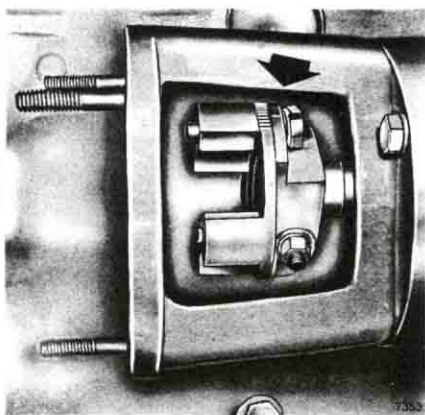

Fig 42. Pumpkopplingens läge när 1:ans cylinder komprimerar.
3. Demontera pumpen, se fig 42.
OBS! Om motorn har dragits runt under tiden som pumpen har varit borttagen, ställs 1:ans kolv på kompression genom att dra motorn, så att pumpkopplingen kommer i det läge som fig 42 visar, varefter pumpen monteras enligt ovan.